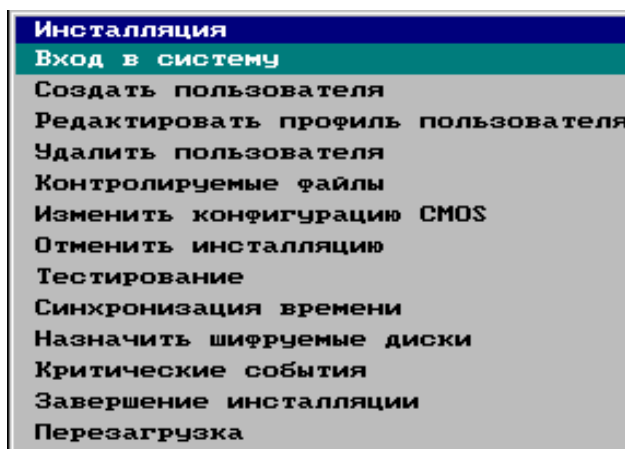

Рисунок 12
После завершения произойдет выход в основное меню инсталляции (см. рисунок 12).
После повторной перезагрузки на экране монитора отобразится меню инсталляции (см. рисунок 12). При этом необходимо выбрать пункт меню "Создать пользователя" в соответствии с 2.3.2.16 и начать создание учетной записи для нового пользователя.
2.3.2.38 Нажать кнопку "Да". При этом произойдет запись (синхронизация) системного времени ПЭВМ в адаптер ПАК "Барьер". Затем произойдет выход в основное меню инсталляции (см. рисунок 12).
2.3.2.41 Нажать кнопку "Ок". При этом происходит сохранение информации о назначенных для шифрования логических дисках и выход в основное меню инсталляции (см. рисунок 12).